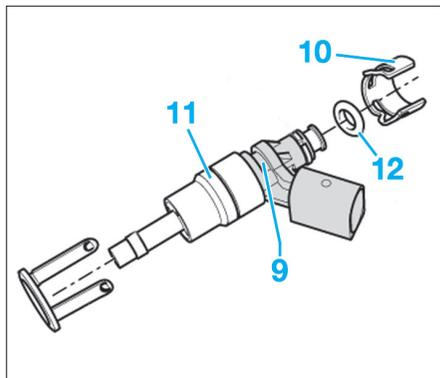
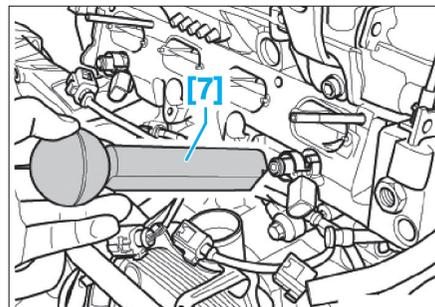

Fig. 43
Fig. 49
- [7]. Mandrin de montage (ref. T10133/9) (Fig.49).
- Retirer les connecteurs des injecteurs (9).
- A l'aide d'un tournevis, déposer la bague d'appui (10) de l'injecteur (11) et le joint torique (12) (Fig.43).
• Remplacer la bague-joint (13) (Fig.43) :
• Remplacer le joint torique (12) et l'enduire d'huile moteur propre (Fig.43).
• Remplacer la bague d'écartement (10) si nécessaire.
• Reposer la bague d'appui (13) sur l'injecteur.
• À l'aide du mandrin de montage [7], insérer l'injecteur jusqu'en butée dans l'alésage de la culasse (Fig.49).